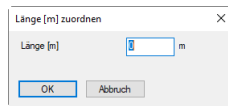

Abbildung 2.6.3: Längenzuweisung über *Daten auflisten*
4. Im darauf erscheinenden Dialogfenster (Abb. 2.6.3) die gewünschte Länge eingeben